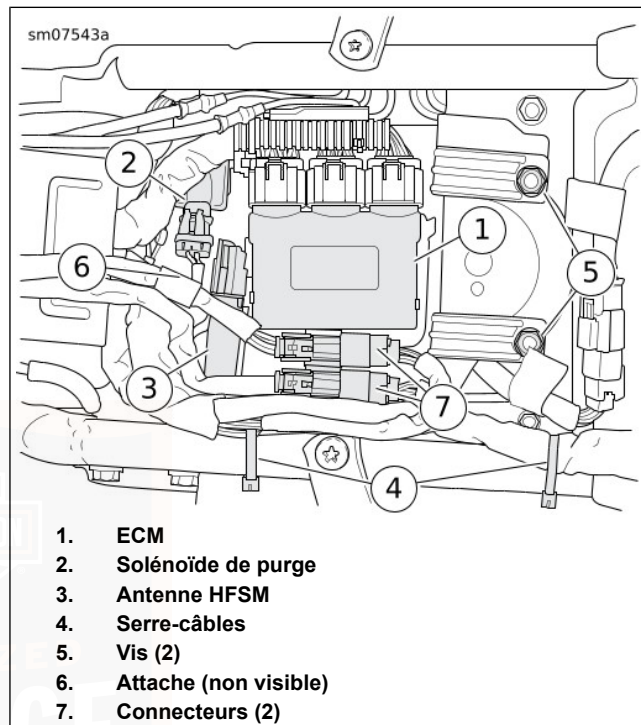

Figure 87. Boîtier supérieur
2. Voir Figure 87 . Détacher l'ECM (1) du boîtier supérieur. Le mettre de côté.
3. S'il est présent, déplacer le solénoïde de purge (2) vers l'avant pour le dégager du boîtier supérieur.
4. **Modèles avec système de sécurité :** Dégager l'antenne du HFSM (3) du boîtier supérieur et l'écartier.
5. Détacher les connecteurs (7) des ancrages sur le boîtier supérieur.
6. Retirer les fixations (5).
7. Couper les serre-câbles (4). Déplacer les faisceaux pour obtenir plus de dégagement pour le boîtier supérieur.
7. Voir Figure 87 . Mettre le boîtier supérieur en place et engager le loquet sur le support de fixation.
8. Fixer le boîtier supérieur à la traverse de cadre avec les fixations (5). Serrer.